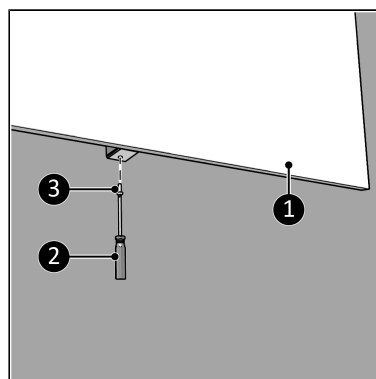

Abbildung 33.
10. Schrauben Sie das Gerät (Abbildung 33, Pos. 1) mit einer kleinen Schraube (Abbildung 33, Pos. 3) an der Wandhalterung fest mit einem Kreuzschlitzschraubendreher (Abbildung 33, Pos. 2).